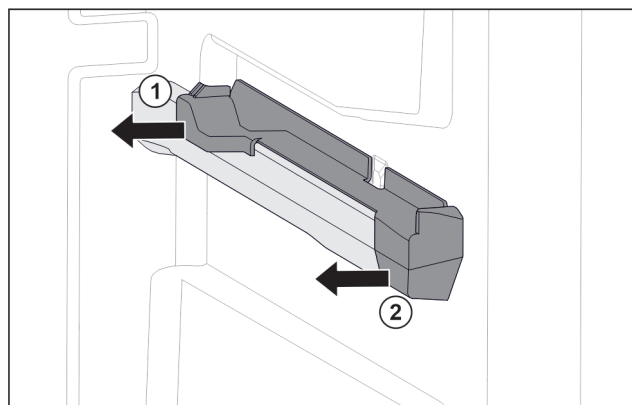

Fig. 73 Nasazovací díl na pravém žebrování na nádoby
- ▶ Stáhněte nasazovací díl vzadu na stranu. Fig. 73 (1)
- ▶ Stáhněte nasazovací díl vpředu na stranu. Fig. 73 (2)